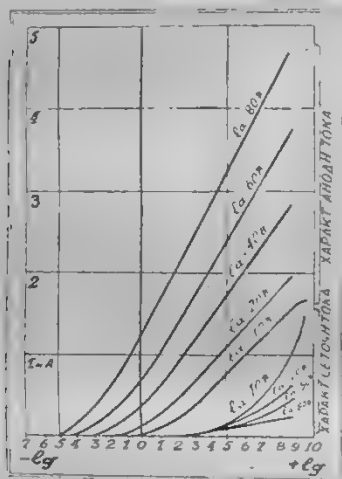

Рис. 1. Характеристики анода и сетки лампы Микро.
3) Затем они расходятся (у Микро начиная с  $e_g = +5$  вольт, у Г1 с 40 вольт). Чем выше анодное напряжение, тем меньше ток сетки. Это легко объяснимо: при более высоком анодном напряжении анод сильнее притягивает к себе электроны, и меньшая их часть падает на сетку. Поэтому характеристика  $i_g$ , соответствующая 10 вольтам на аноде, проходит выше, чем при более высоких анодных напряжениях (рис. 1).